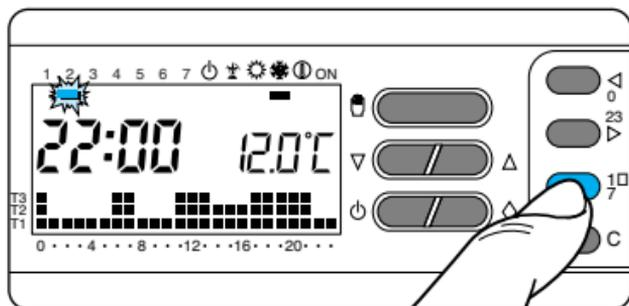

Fig. 43
8.6 -Per programmare diversamente i giorni successivi, far avanzare il giorno tramite il pulsante 1÷7 e ripetere la medesima procedura indicata al punto 8.4 (fig. 43).